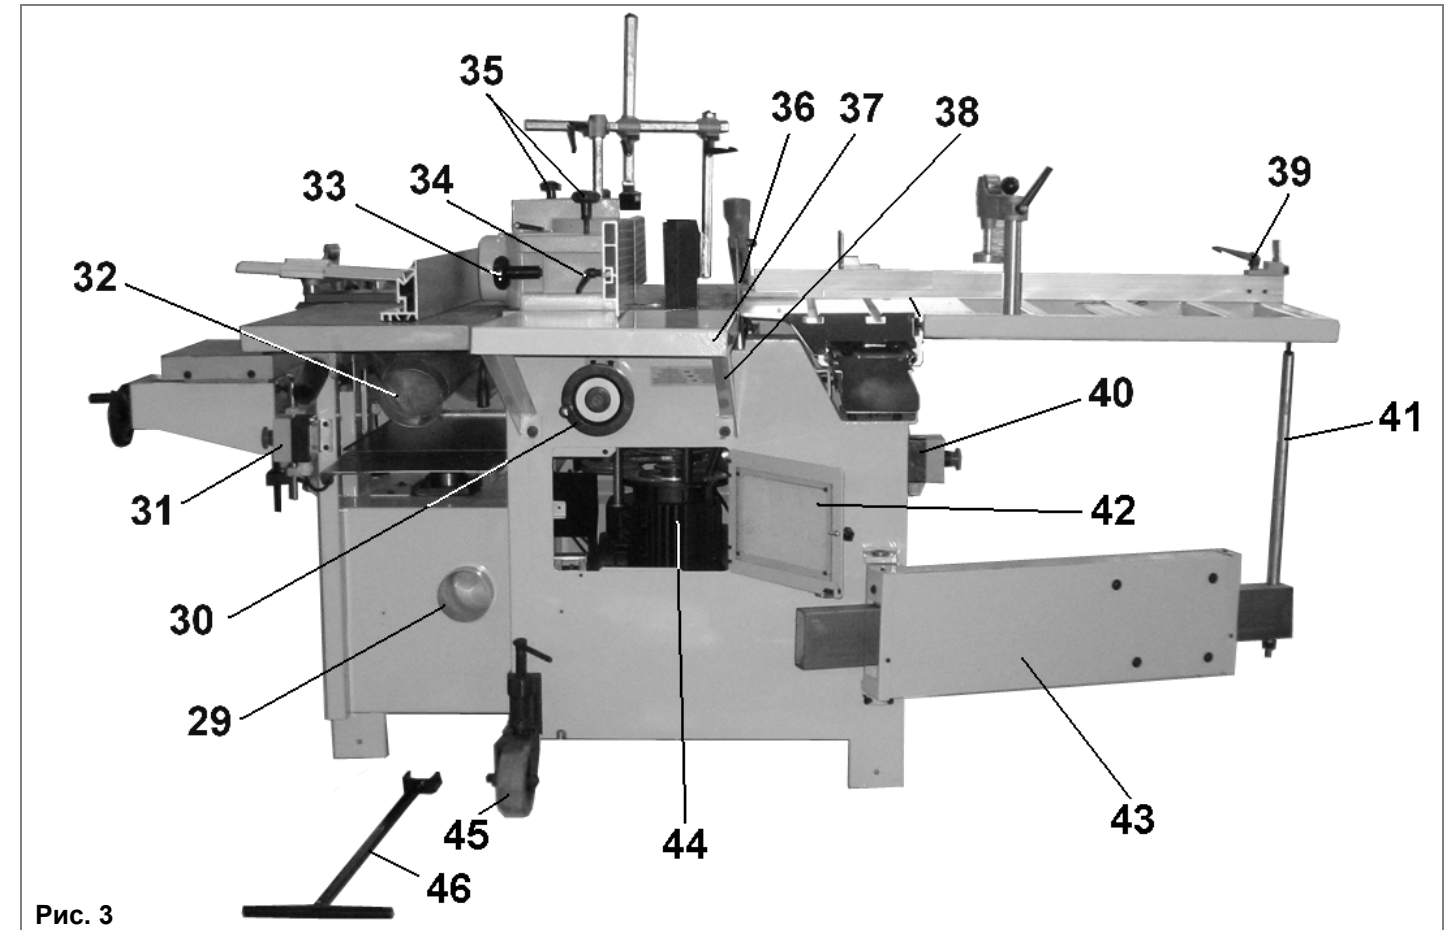

Рис. 3
8.1.3. Сразу после выбора места установки станка **обязательно** демонтируйте водило (46), Рис.3.
8.5. Установка удлинителя стола, Рис. 3, 14